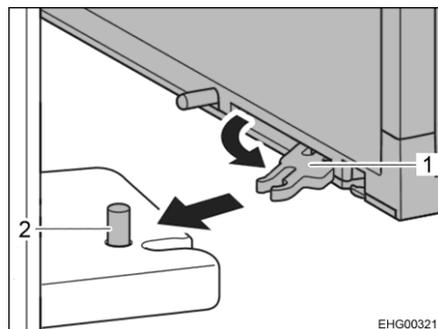

Fig. 93 Bloccaggio della porta del frigorifero
- Estrarre e tirare in avanti i distanziatori superiore e inferiore (Fig. 93,1) dalla parte interna della porta del frigorifero.
- Il distanziatore dovrà agganciarsi al perno (Fig. 93,2).